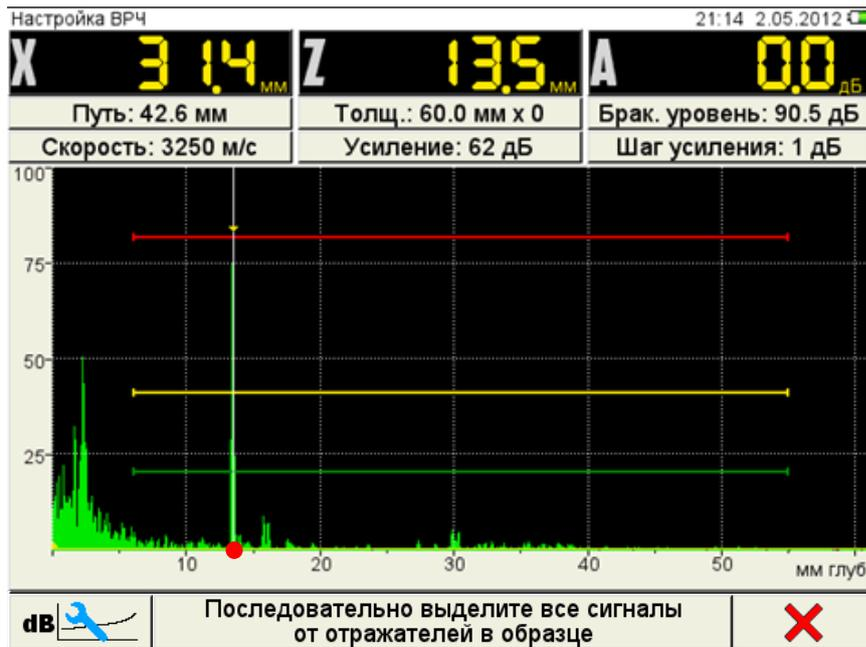

Рисунок 37
– найти максимальный сигнал от первого контрольного отражателя и отредактировать усиление и положение строба таким образом, чтобы сигнал пересекал строб и курсор измерял данный сигнал (рисунок 37);